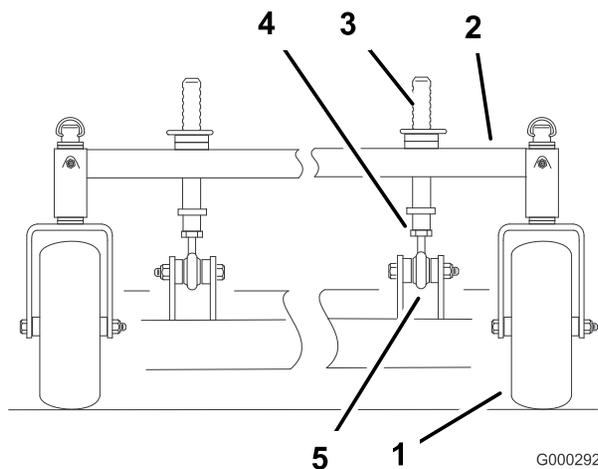

Figura 59
1. Para cambiar la inclinación longitudinal, pueden ajustarse los pilares delanteros de ajuste de altura de corte (Figura 59).
2. Para elevar la parte delantera de la carcasa, afloje la contratuerca y haga girar el pilar delantero en el sentido de las agujas del reloj (Figura 59).
3. Para bajar la parte delantera de la carcasa, afloje la contratuerca y haga girar el pilar delantero en el sentido contrario de las agujas del reloj (Figura 59).
4. Coloque las cuchillas en posición longitudinal. Mida en las posiciones **C** y **D** (Figura 59) desde una superficie nivelada hasta el filo de corte de las cuchillas.
6. Apriete las contratuercas (Figura 59).